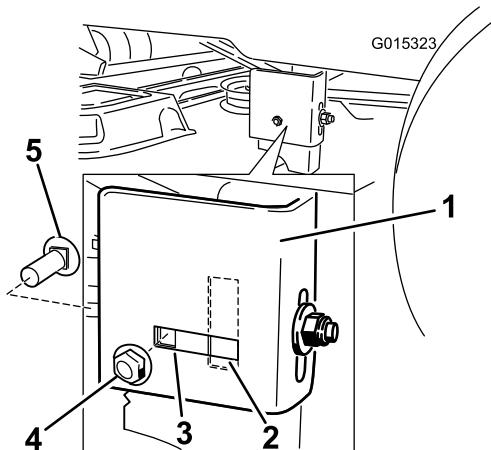

Figura 53
- Vaya al lado izquierdo de la máquina. Compruebe si el perno de cuello cuadrado lateral está en la posición fija o ranurada (Figura 53).
- Si el perno de cuello cuadrado lateral está en la posición fija, retire el perno de cuello cuadrado lateral y la tuerca de bloqueo lateral de la posición fija, e instálelos en la posición de ajuste ranurada (Figura 53).